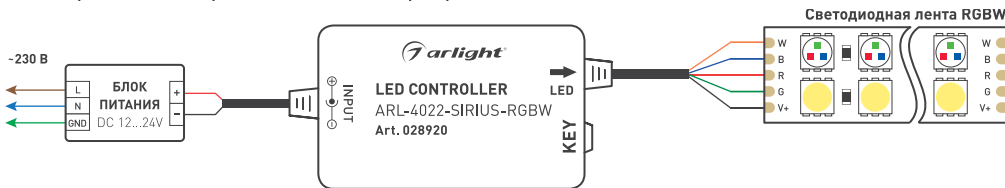

Рисунок 1. Подключение светодиодной ленты RGBW
- 3.3. Согласно схеме (Рисунок 1), подключите светодиодную ленту или другой совместимый светодиодный источник света к выходу LED-контроллера. Соблюдайте полярность и порядок подключения проводов к клеммам.